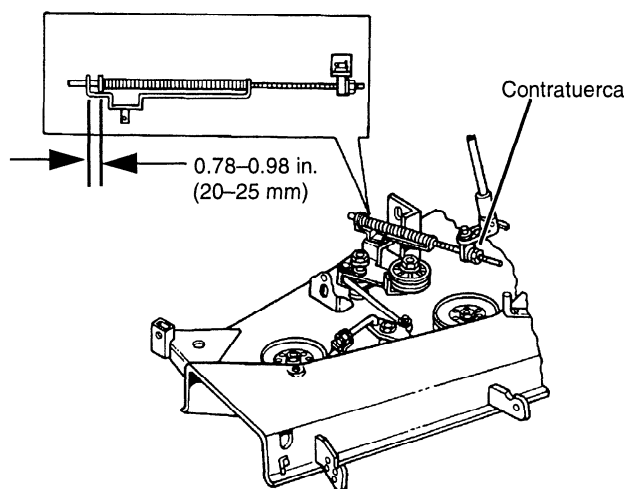

FIGURA 35
- Mida la distancia entre la ménsula y la arandela en la varilla de tensión. (vea la Figura 35)
IMPORTANTE: No trate de aflojar la contratuerca (Vea la Figura 35) en la varilla de tensión, si no